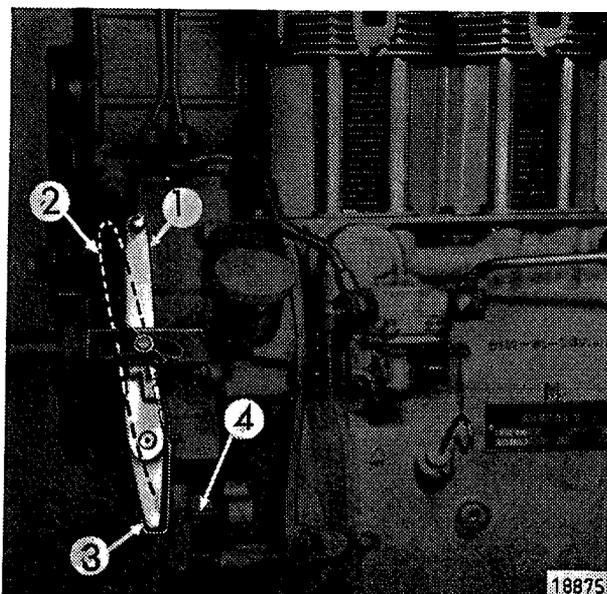

Bild 11
1. Drehzahlverstellhebel 1 (Bild 11) auf Leerlaufstellung 2 stellen.